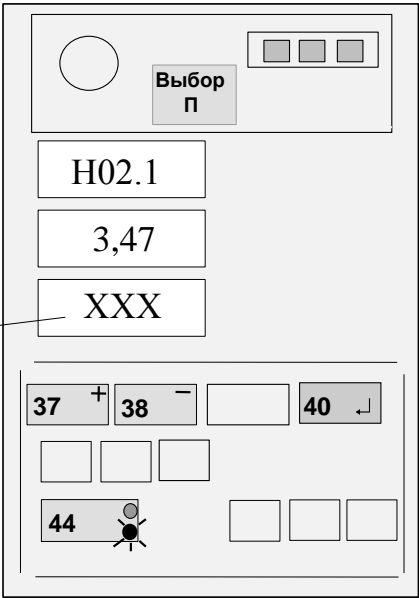

Рисунок 14
4.5.6.4 Нажимая кнопки "+" (37) и "-" (38), набрать на среднем ИЖЦ значение вылета, указанного в правом столбце таблицы 4 (см. рисунок 14) для установленного значения вылета по рулетке.
4.5.6.5 Нажать на время 1 с кнопку "." (40) и, проконтролировав короткий звуковой сигнал, отпустить кнопку (см. рисунок 14).